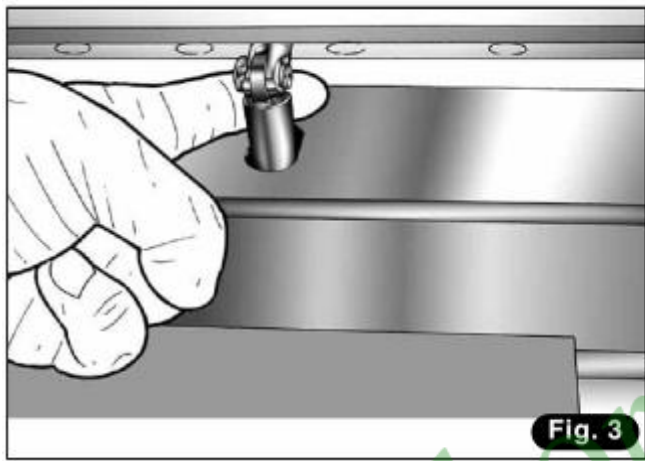

Fig. 3
- 2) Снимите эластичное кольцо с штифта крепления поршня (рис. 3).